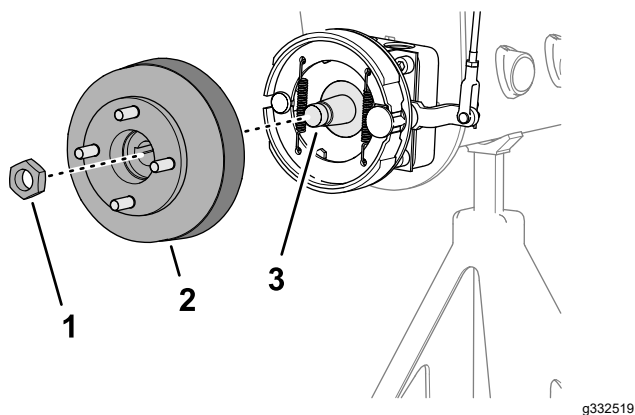
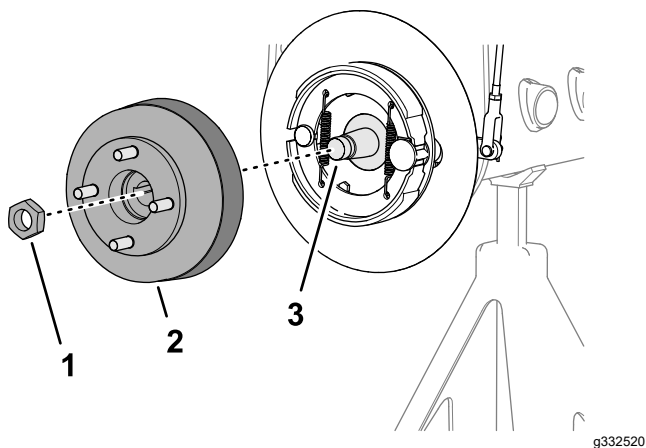

Рисунок 73
Рисунок 74
3. Установите ступицу колеса и тормозной барабан на вал колесного мотора (Рисунок 73 или Рисунок 74).
- Прикрепите ступицу колеса к валу с помощью контргайки (Рисунок 73 или Рисунок 74) и затяните ее от руки.